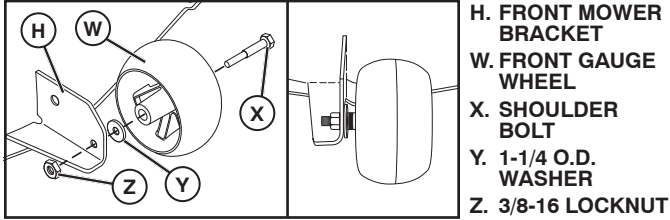

Fig. 24
2. ASSEMBLE FRONT GAUGE WHEEL (W) TO FRONT OF MOWER (See Fig. 24)